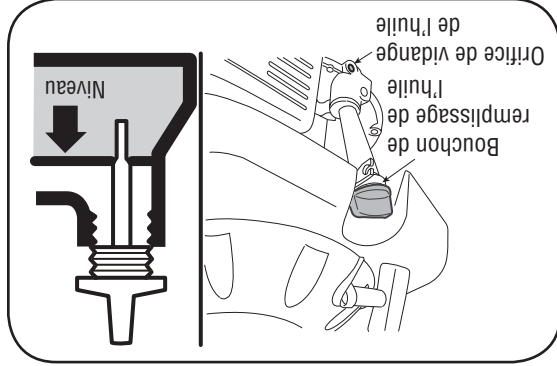

Figure 10-1
3. Faites le plein avec l'huile recommandée (voir le chapitre Utilisation) et vérifiez le niveau d'huile. Voir la Figure 10-1.
1. Retirez le bouchon de remplissage de l'huile et videz l'huile en enlevant le capuchon de l'orifice de vidange ou en tournant la tondeuse sur le côté (côté avec filtre à air sur le haut). Laissez l'huile couler dans un récipient approprié. Voir la Figure 10-1.